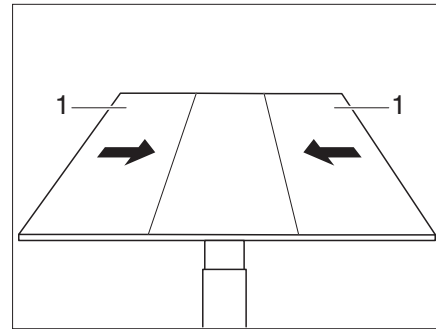

Bild 103 Seitenteile auf Mittelteil schieben
- Die Außenteile (Bild 103,1) des Tisches auf das Mittelteil schieben.